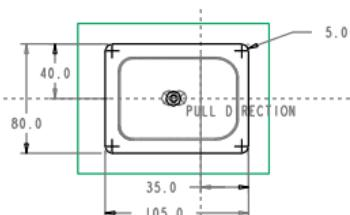
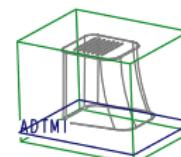
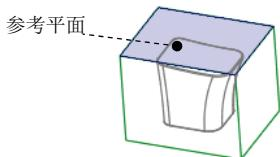

图 2.8 截面草图
图 2.9 创建基准平面 ADTM1
图 2.10 选取参考平面
④ 绘制“束子”轮廓。进入草绘环境后，选取 MOLD_FRONT 和 MOLD_RIGHT 基准平面为草绘参考，单击 **关闭(C)** 按钮，绘制图 2.8 所示的截面草图。完成绘制后，单击“确定”按钮 。
(2) 定义“束子”的拔模角度。
① 在“阴影曲面”对话框中双击 Draft Angle (拔模角度) 元素。
② 在系统输入拔模角值的提示下，输入拔模角度值 25.0，并按回车键。
(3) 创建图 2.9 所示的基准平面 ADTM1，该基准平面将在下一步作为“束子”终止平面的参考平面。
① 单击 **分型面** 功能选项卡中 **基准** ▾ 区域的“创建基准平面”按钮 ，系统弹出“基准平面”对话框。
② 选取图 2.10 所示的坯料表面为参考平面，然后输入偏移值 -10.0。
③ 单击“基准平面”对话框中的 **确定** 按钮。